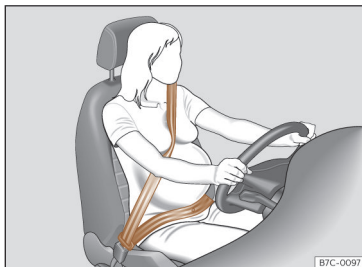

Fig. 16 Colocación de la banda del cinturón en el caso de mujeres embarazadas.
>>> fig. 16.
- En el caso de mujeres embarazadas, la banda abdominal del cinturón de seguridad debe pasar lo más bajo posible por delante de la zona pélvica, apoyado en plano y “rodeando” el vientre >>> fig. 16.